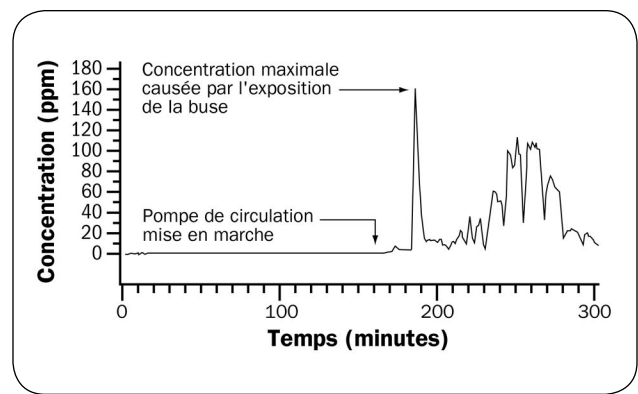

Figure 1. Concentration de H₂S pendant l'agitation d'une fosse à fumier liquide.
La libération de sulfure d'hydrogène est relativement faible quand le fumier liquide n'est pas agité et que la température extérieure est basse. Toutefois, dès qu'on agite le contenu d'une fosse, ce gaz peut en quelques secondes atteindre des concentrations dangereuses, surtout si du liquide est projeté contre la surface du fumier ou que le fumier est agité en surface (figure 1). On doit redoubler de précautions quand on est en présence d'une fosse à fumier liquide aménagée sous le plancher d'un bâtiment d'élevage (voir sous *Précautions à observer – Structures de stockage du fumier*). Plusieurs travailleurs ont perdu la vie quand ils sont entrés dans une structure de stockage du fumier ou dans un local situé au-dessus d'une fosse en voulant porter secours à une autre personne qui avait perdu connaissance sous l'effet du sulfure d'hydrogène.
- Ne pas agiter le fumier liquide d'une fosse à moins d'absolue nécessité. Si l'agitation est indispensable, toujours immerger l'agitateur dans le fumier liquide et éviter que le jet de fumier ne soit projeté contre un poteau ou un mur. La recherche montre que les concentrations de gaz s'élèvent et peuvent atteindre des taux de létalité en l'espace de quelques secondes quand le fumier liquide est projeté contre un obstacle ou quand on l'agite en surface (figure 1). Avant d'agiter le fumier et de faire la vidange d'une structure, évacuer autant que possible tous les